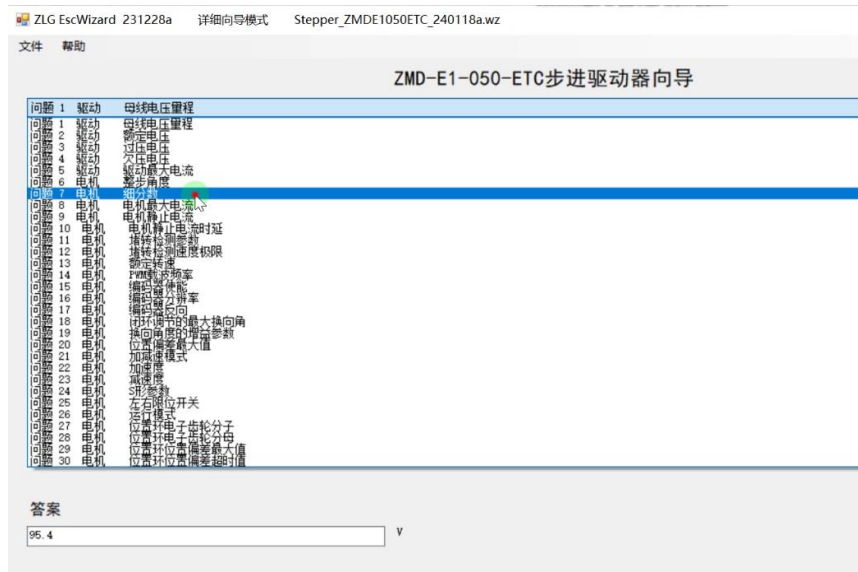

图 4.12 电机参数修改
(3) 在软件中可以查看电机参数的详细介绍,然后在答案中修改对应的电机参数,如图 4.12 所示。